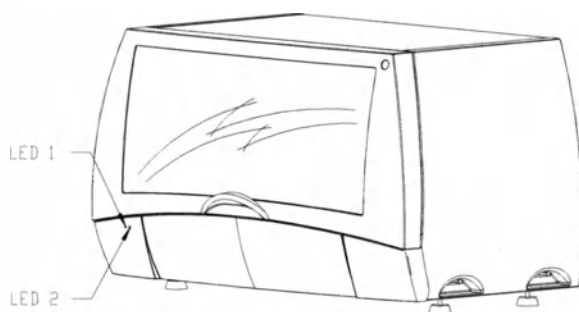

Рис. 4-4: Лампочки индикатора
- Проверьте, что переключатель находится в положении I (ON) и что зеленый индикатор (Рис. 4-4 (**Лампочка индикатора 1**)) горит.